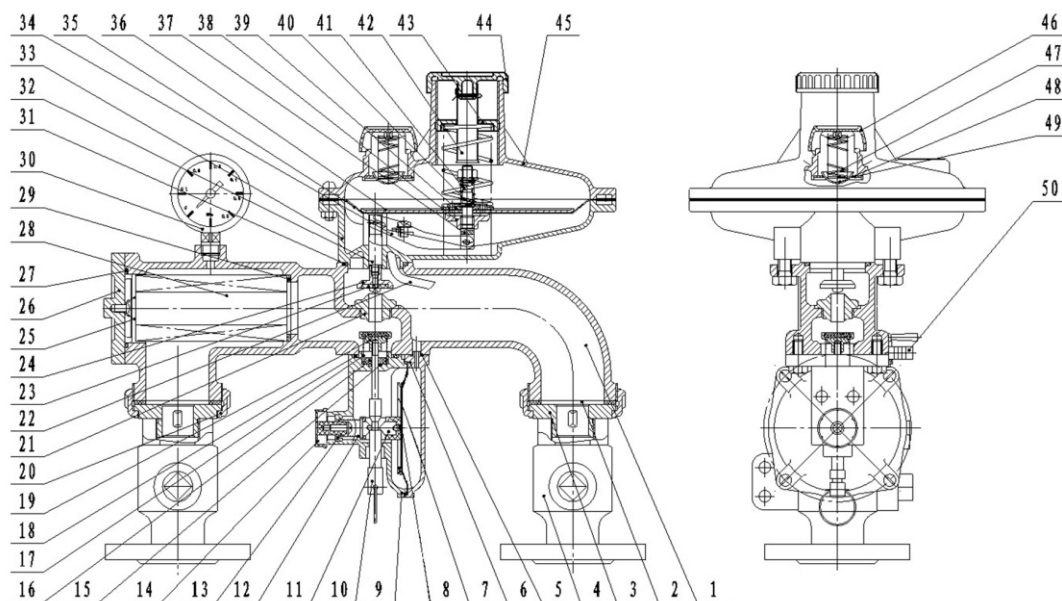

图3 调压器结构图
- 根据燃气净化程度，合理安排维修周期，清除调压器内污物，特别注意过滤器、阀口等处应清洗干净，及时更换密封垫、皮膜、O型圈等易损件。维修时应检查各零部件是否完好无损，然后才能进行组装，组装后应保证各部件灵活动作。维修安装完毕，用肥皂水检查所有连接密封部位是否渗漏。维修后应重新设定进出口压力，放散压力和切断压力。（参阅图3）